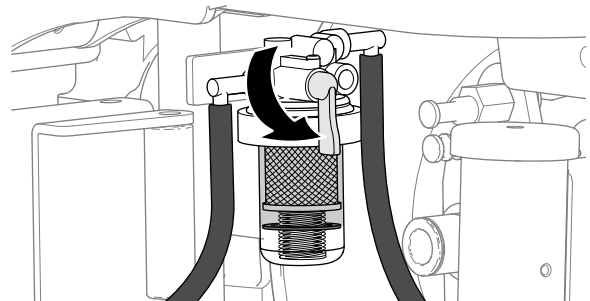

Figura 67
2. Se houver água no recipiente do filtro de combustível, rode a válvula de corte do separador de água/combustível para a posição FECHADA (Figura 67) e realize os passos em Drenagem de água do recipiente do filtro de combustível \(página 55\).